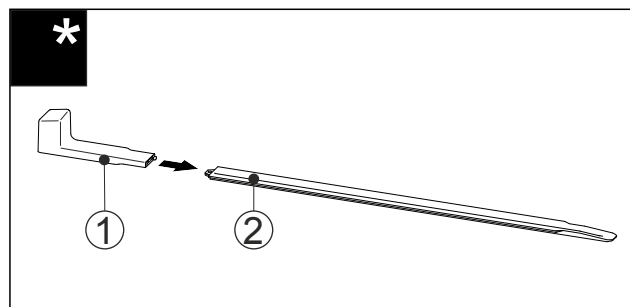

Fig. 59
- Вставте монтажну ручку Fig. 59 (1) на вирівнювальну рейку Fig. 59 (2).